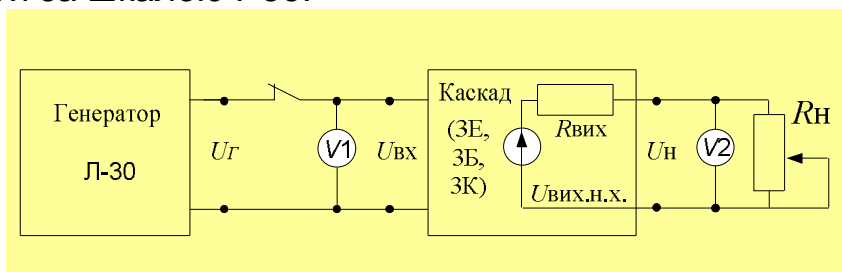

Рис. 11.6
2. При вимірюванні вихідного опору  $R_{ВИХ}$  магазин опорів використовується як каліброване навантаження  $R_H = R_M$ , яке підключається до гнізда  $XS4$  та  $XS20$  ( $\perp$ ) лабораторного стенду (Рис. 11.6). При постійній напрузі  $U_{BX} = U_G$ , яка вимірюється вольтметром  $V1$ , величина вихідної напруги на навантаженні  $R_i$ , вимірюваної вольтметром  $V2$  визначається співвідношенням величин  $R_{ВИХ}$  і  $R_H$ . При  $R_H = \infty$  маємо  $U_{ВИХ.н.х.} = U_H$ . Для визначення  $R_{ВИХ}$  необхідно встановити величиною  $U_G$  зручне значення вихідної напруги неробочого ходу  $U_{ВИХ.н.х.}$  при відключеному навантаженні. Після цього треба встановити максимальний опір і ввімкнути його до гнізд  $XS4$  і  $XS20$  ( $\perp$ ). Після того, як за зменшенням  $R_H$ , напруга  $U_H$  зменшується до величини  $U_H = 0,5 \cdot U_{ВИХ.н.х.}$ , шукану величину  $R_{ВИХ}$  каскаду можна визначити за шкалою РЗЗ.